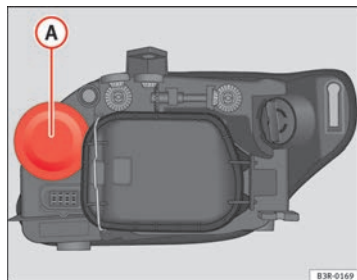

Fig. 218 Ampoule du clignotant
- Retirez le cache en caoutchouc ⇒ fig. 218 et tirez.